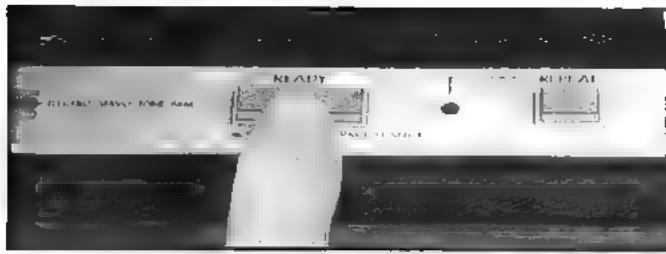

Fig. 21 Abb. 21
**Note:** Be sure not to set the READY switch to "OFF" while playing a record. If set to "OFF", record playing is impossible as the stylus force becomes "0". (Fig. 21)
3. Sélectionner la vitesse de rotation de ■ platine à l'aide du commutateur SPEED en se référant à la vitesse de rotation du disque à reproduire. Fig. 21